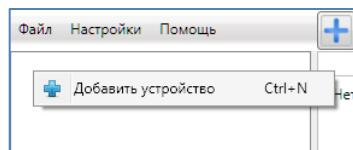

Рисунок 4.3 — Регистрация контроллера вручную
- щелкните правой кнопкой мыши по свободному месту в области дерева устройства программы *Конфигуратор Профессионал* (см. 4.3) и в появившемся меню выберите *Добавить устройство* (см. рисунок 4.3);